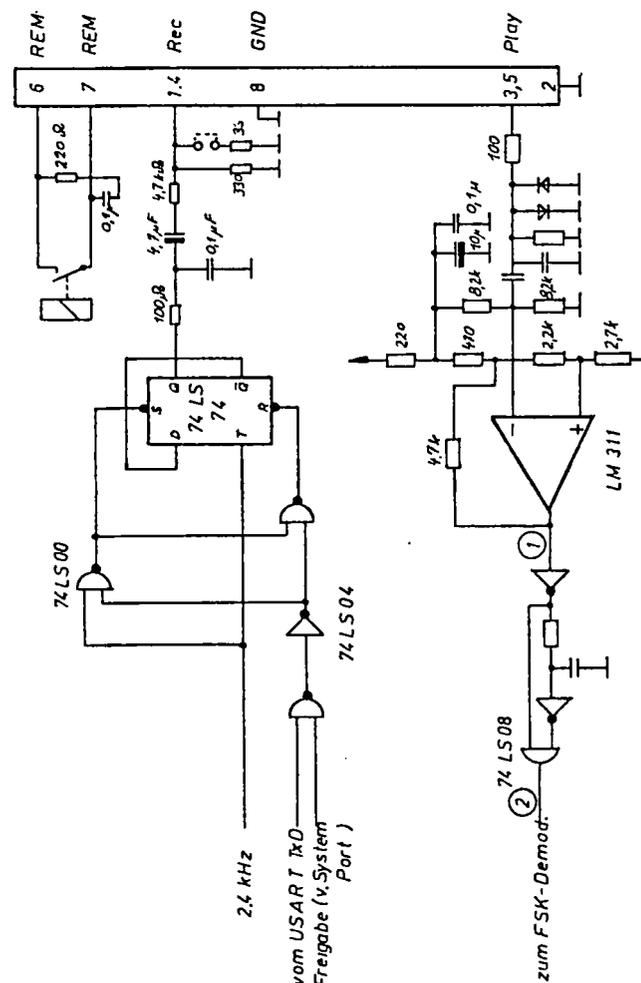
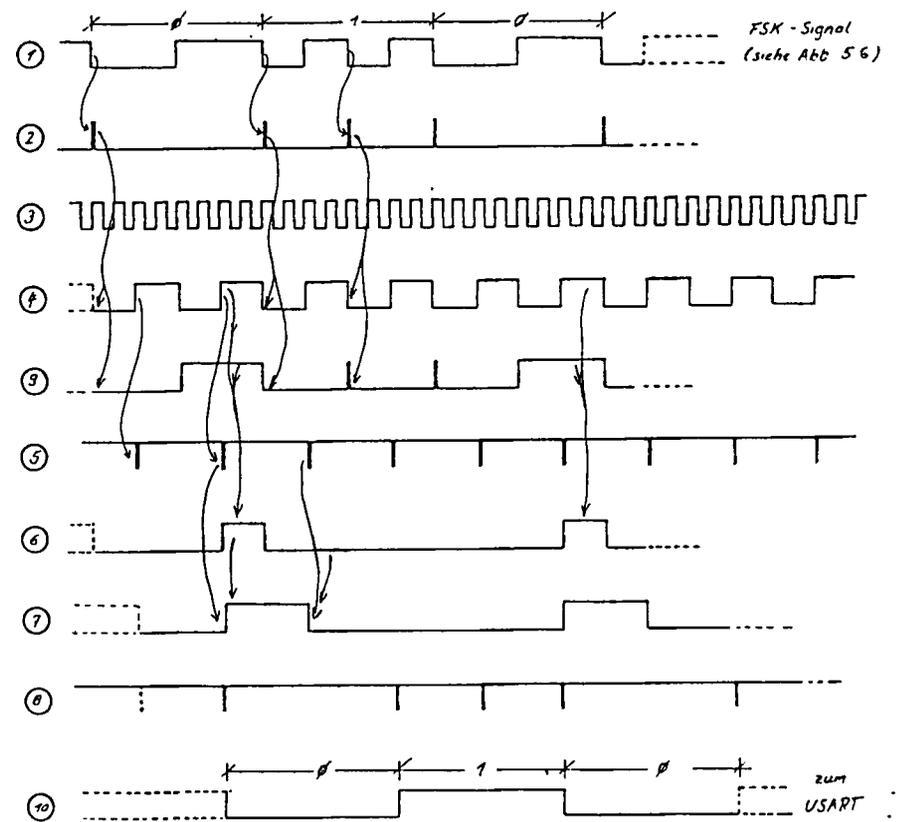

Abb. 5.10
Abb. 5.12
Die FSK-Modulation (siehe Abb. 5.10) übernimmt ein D-Flip Flop (SN 74 LS 74, Texas Instruments) in Zusammenarbeit mit zwei NAND-Gattern und ausgangseitigem Widerstands-Kondensator-(RC) Netzwerk zur Pulsverrundung und Pegelanpassung. Der Ausgangspegel beträgt je nach Einstellung der Steckbrücke (Abb. 2.3) ca. 700 mV oder 25 mV (siehe Handbuch des PC).
Der Schaltungsaufwand für das Lesen der auf einer Cassette gespeicherten Information ist größer (Abb. 5.10, 5.11). Das auf einer Cassette gespeicherte frequenzcodierte Signal wird einer Begrenzerstufe (bestehend aus Dioden und Widerständen) zugeführt. Das so auf maximal 1,4 V_{ss} begrenzte Signal wird von einem Komparator-IC (LM 311) den Logikpegeln angepaßt. Mit dem nachgeschalteten Differenzierer werden aus den fallenden Flanken des FSK-Signals positive Nadeln erzeugt. Diese werden zur weiteren Verarbeitung dem Demodulator (Abb. 5.12) zugeführt.
Aus dem nachfolgenden Zeitablaufdiagramm ist die Wirkung der Schaltung, die das empfangene Signal dekodiert, zu ersehen. Die Messpunkte sind in Abbildung 5.10 und 5.11 zu finden.